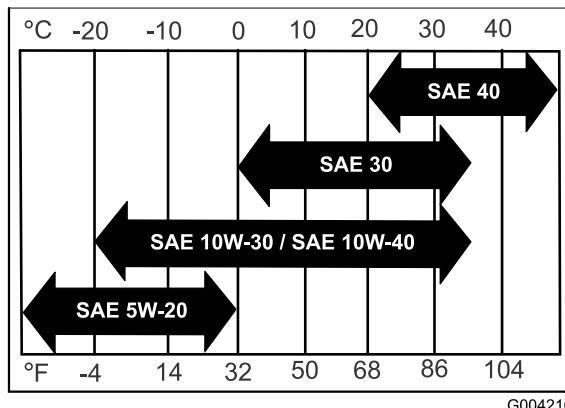

Figura 31
**Viscosidad:** Consulte la siguiente tabla (Figura 31).